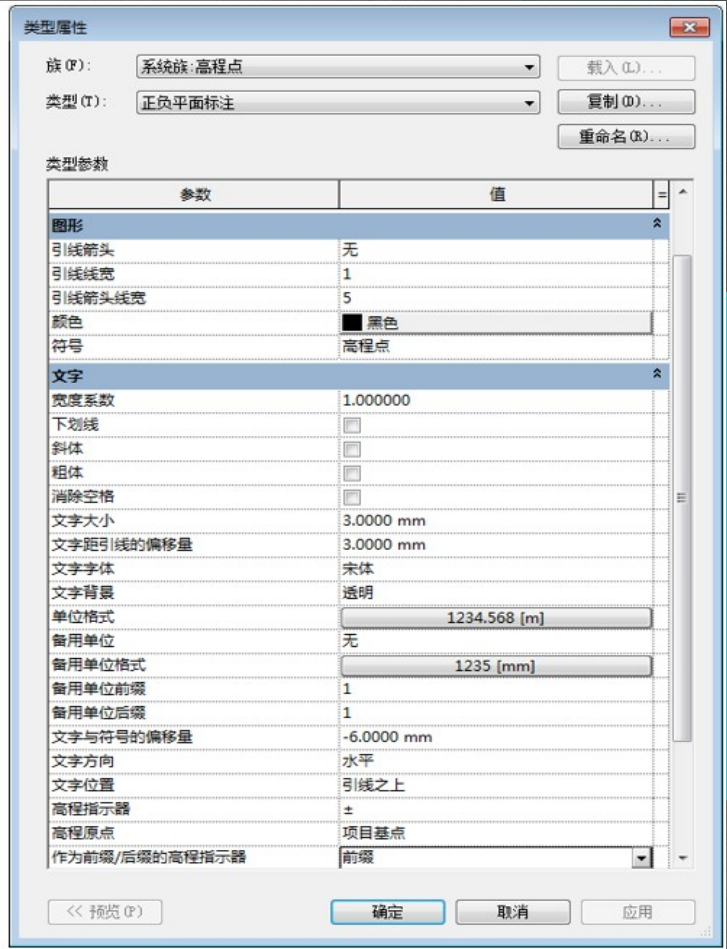

图 15-10
- ▶ (1) 类型属性
- ▶ 选择高程点标注样式前，单击“属性”框中的“编辑类型”，在弹出的“类型属性”对话框中设置线性尺寸标注样式。主要参数有：符号、文字大小、文字字体、文字背景、单位格式、文字与符号的偏移量等，具体参数设置如图 15-10 所示。